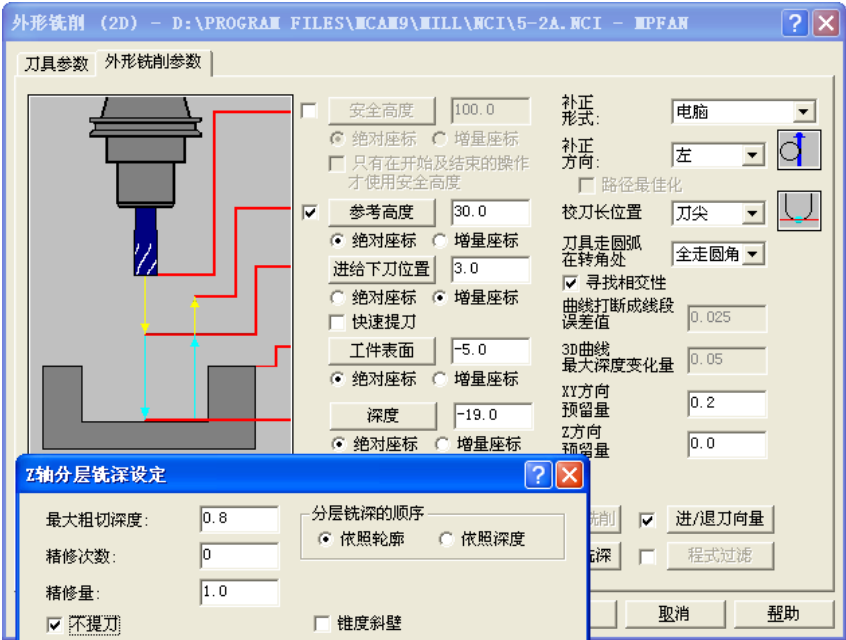

图 5-38 外形铣削参数
3) 选择“外形铣削 (2D)”，刀具参数、参考高度和进给下刀位置等均同步骤 2)，加工 118 mm×78 mm 矩形外形。工件表面：-5.0，深度：-19.0，补正形式：电脑，补正方向：左，设定 XY 方向预留下量：0.2，Z 方向预留下量：0，勾选“Z 轴分层铣深”“进/退刀向量”，参数默认，在“Z 轴分层铣深设定”对话框中输入最大粗切深度：0.8，勾选“不提刀”，其余默认，如图 5-38 所示。将以上步骤 1)～3) 设定为群组 CX-D10。